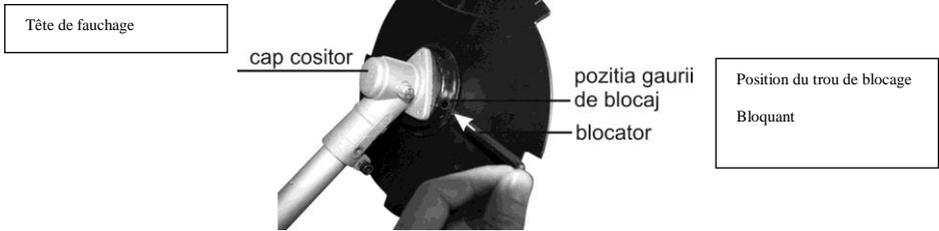

Fig. 8
- Utilisez le bloquant de la trousse de la débroussailleuse Ruris et positionnez-le dans le trou de blocage de la fig. 8.